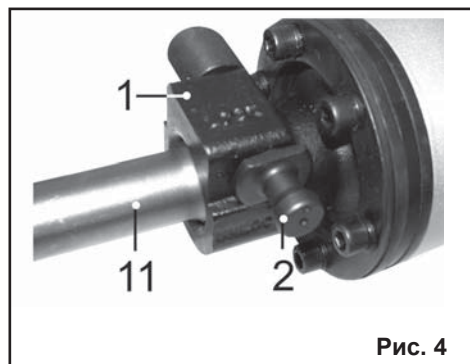

Рис. 4
8.1.4. Преодолевав усилие пружины, оттяните фиксатор муфты (2) на себя, и удерживая в этом положении, поверните на 180° и отпустите фиксатор (2). Метка на фиксаторе (2) должна располагаться возле маркировки «lock», Рис.4.